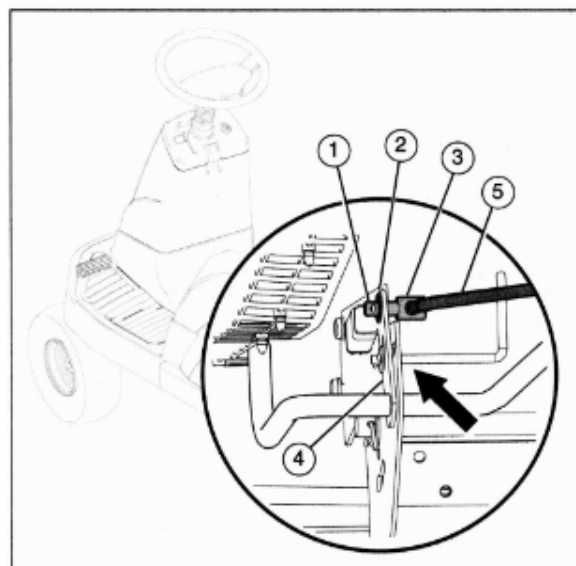

Рис. 21
2. Отсоедините шплинт (1) и шайбу (2) от регулировочной гайки (3) (см. рис. 21).